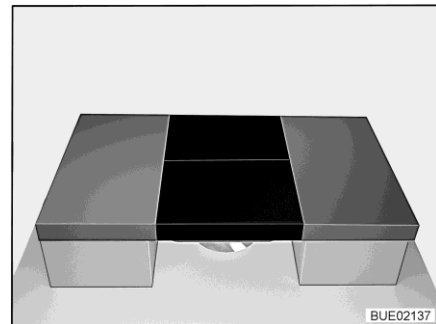

Bild 166 Efter ombyggnaden
- Lägg två extra dynor på bordet (se Bild 166).